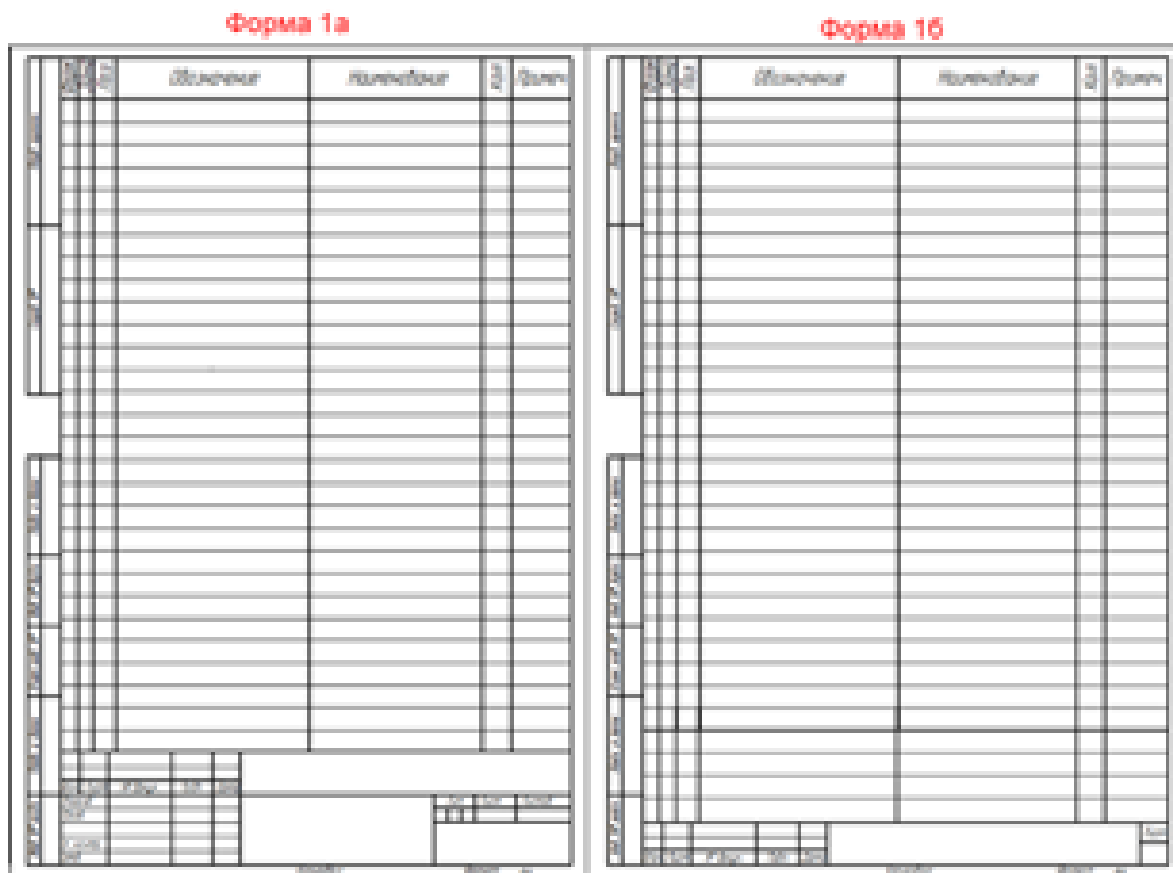

Рисунок 27. Формы спецификаций в соответствии с ГОСТ 2.106-96
- Автоматизированное формирование печатных форм спецификаций в соответствии с ГОСТ 2.106-96 Форма 1а, Форма 1б (Рисунок 27);